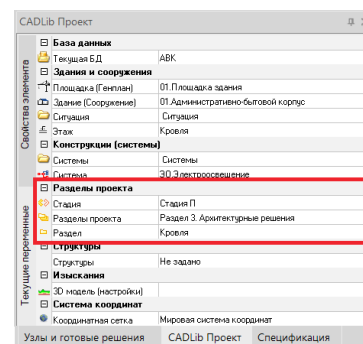

Рис. 5. Текущие переменные разделов проекта
- **Discipline** – иерархия раздела проекта. На рис. 5 в текущих переменных выделены узлы иерархии разделов проекта, с крайнего узла (Кровля) считываются данные согласно формуле;